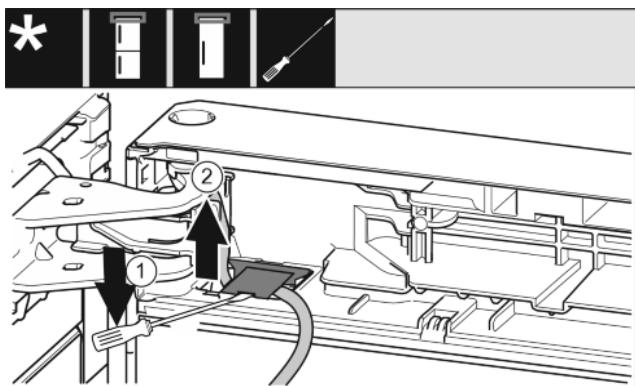

Fig. 17
- Plochým skrutkovačom nadvihnite kryt a vytiahnite ho. *Fig. 17 (1)*
- Vytiahnite kábel. *Fig. 17 (2)*